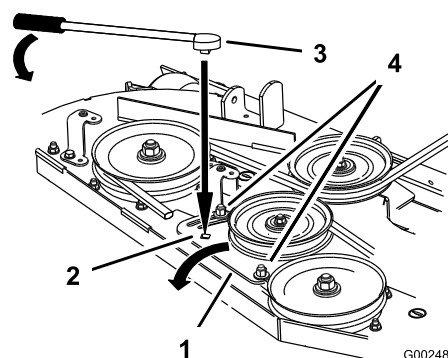

Figure 54
5. Si un réglage est nécessaire, desserrez la plaque du bras de tension et effectuez le réglage (Figure 54).
6. Insérez un manche à rochet ou une barre de levier dans le trou carré de la plaque pour régler la tension (Figure 54).
7. Pour augmenter la tension de la courroie, tournez le manche à rochet ou la barre de levier pour déplacer la poulie fixe jusqu'à ce que vous sentiez une résistance et que la poulie de tension rappelée par ressort cesse de bouger (Figure 54).
8. Tout en maintenant la courroie tendue, serrez les boulons de fixation de la plaque de la poulie de tension (Figure 54).
10. Réglez la tension de la courroie et la plaque de la poulie de tension, le cas échéant, et serrez fermement toutes les fixations (Figure 54).